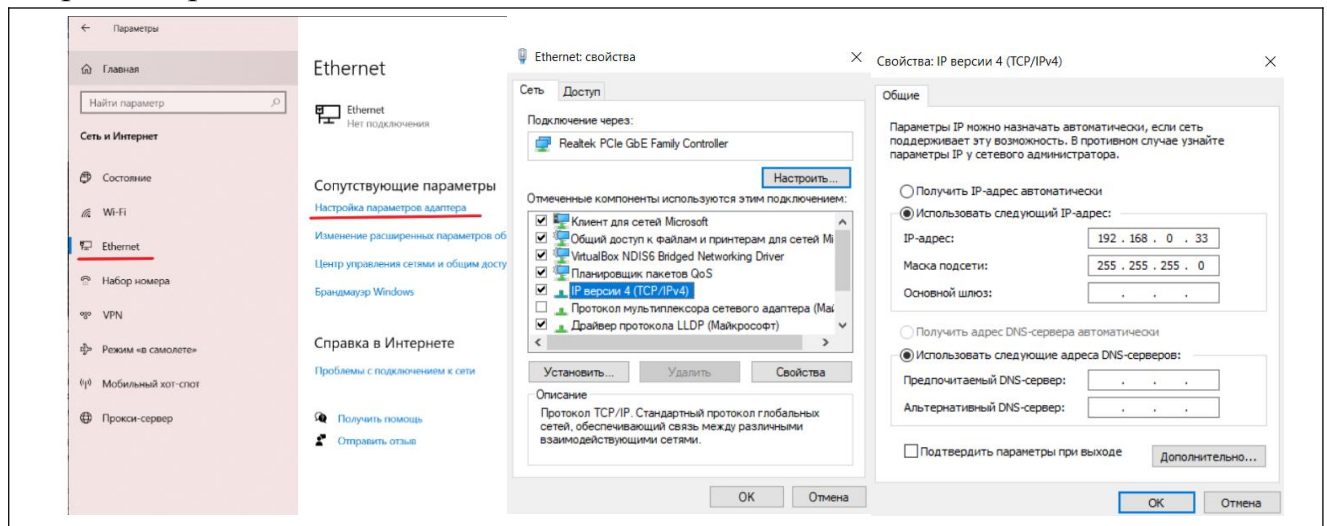

Рис. 87. Налаштування IP-адреси комп'ютера
14. Інший варіант – це змінити IP-адресу вашого комп'ютера. Зайдіть в панель керування Windows. На панелі керування відкрийте пункт Центр мережі та спільного доступу. Натисніть Змінити налаштування адаптера, а потім клацніть правою кнопкою миші на адаптері Ethernet і відкрийте діалогове вікно Властивості. Виділіть протокол IP версії 4 (TCP/IPv4) пункт і натисніть Властивості. На вкладці Загальні натисніть Використовувати таку IP -адресу. У полі IP -адреса введіть 192.168.0.xxx (або 192.168.1.xxx), де xxx - це номер за вашим вибором (який ще не використовується у підмережі). У поле Маска підмережі введіть 255.255.255.0. Залиште поле шлюзу за замовчуванням порожнім рис. 87.